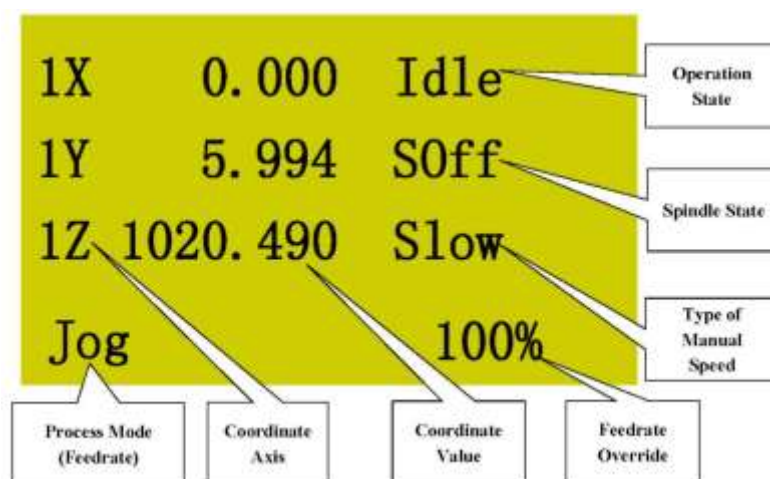

Рис. 7-1 Страница обработки.
- как показано на Рис. 7-1.
(WCS). Нажатием комбинации клавиш  и  пользователь может переключаться между этими двумя координатными системами. на Рис. 7-1 показана СКЗ (WCS), а числа 1–6 перед осями X/Y/Z указывают на систему координат от G54 до G59. Для СКК (MCS), нет числа т.к. X/Y/Z - оси. После завершения возврата к началу координат станка, знак * будет отображаться после соответствующей оси в СКК (MCS0).